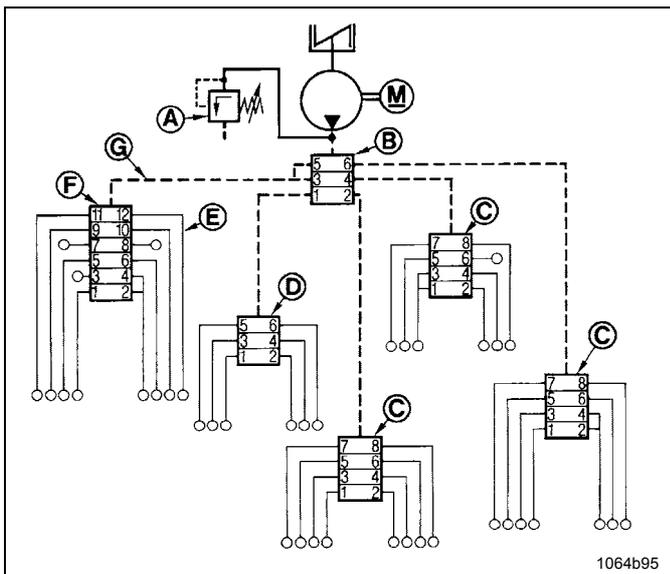

Рис. 22 Прогрессивная система смазки
- Главный (B, Рис. 22) и вспомогательные распределители соединены между собой при помощи шланга высокого давления G. Тем самым образуется принудительное соединение всех элементов с насосом в общую прогрессивную систему.